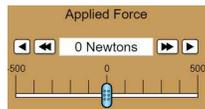

Figura No. 2
I.3 Con el botón azul que se encuentra en la parte baja de la pantalla, ver *Figura No. 2*, vaya poco a poco deslizándolo hasta de determinar la magnitud de la fuerza con la cual la caja se empieza a mover. En caso de requerirlo, utilice los botones de avance rápido y paso a paso que su profesor el indicará.